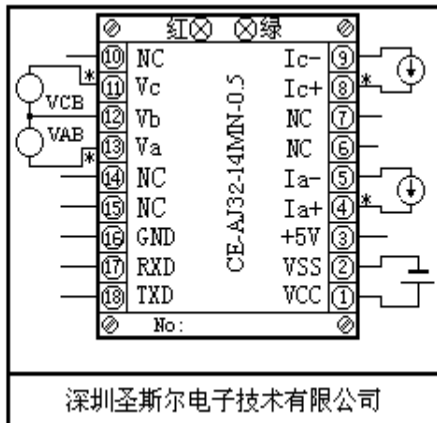

图 3.2.3 三相三制 N 型 RS-232C 接口接线参考图
3.2.4.3、三相三线制 N 型产品（两表法）N 型产品接线参考图见图 3.2.3 和 3.2.4。